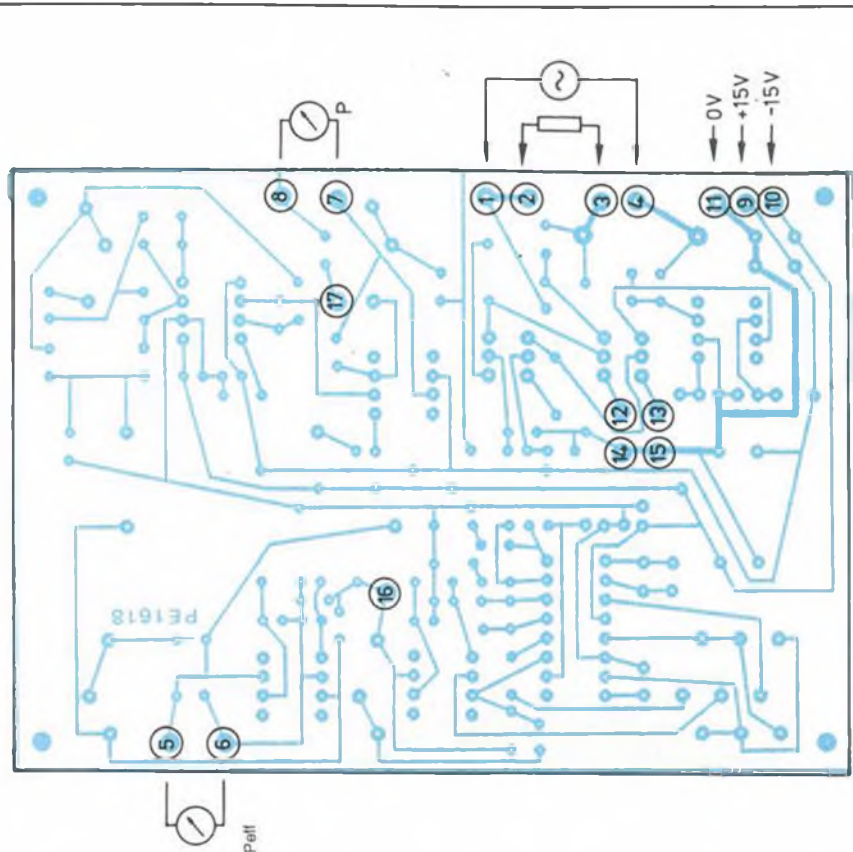

Figura 5. Il convertitore di misura deve essere tarato con precisione
Occorre tener presente che, pur se la potenza efficace (1) viene sempre determinata in maniera corretta, indipendentemente dalla frequenza (tra 0 e 20 kHz), dall'angolo di fase e dalla forma d'onda, la determinazione di P e perciò di $\cos\phi$ è prevista soltanto per un'oscillazione sinusoidale. Per altre forme d'onda è necessario un adattamento, cioè una nuova regolazione di P7 (Figura 5).